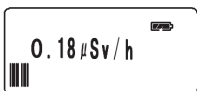
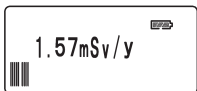

図2
図3
- ③カウントダウンの値が0(ゼロ)になると、図2のように線量当量率(シーベルト、Sv)※aが表示されます。 $\gamma 11$ は μSv ですから、100万分の1の単位になります。右端のhは、1時間あたりの線量当量率を表します。カウントダウン直後の数値は通常よりもばらついた表示になりますが、60秒以降は比較的安定した数値になります。但し、低線量の場所では放射性物質の性質上ばらつきが多くなります。これは、低線量の所では、センサーに入ってくる放射線の数が少なく安定しないためです。高線量の所は比較的早く安定します。
- ④計測値は10秒単位で更新されます。真の値に近いデータを求めるときは、1分毎の数値を記録して平均値を求めればより精度の高い計測値になります。
- ⑤ $\gamma 11$ は、予測年間線量当量率を表示することができます。この状態で、h/yスイッチを押してください。表示にmSv/yと表示されます。(図3) これは、今の線量を1年間浴び続けるとこの数値になることを表示します。